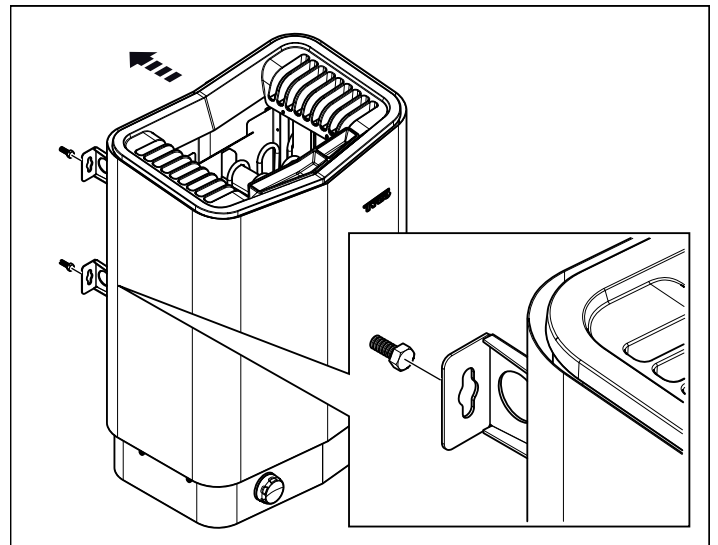

Abb. 10: Aufhängen des Ofens
8. Hängen Sie den Ofen an den Schrauben auf, siehe Abb. 10, Seite 11.